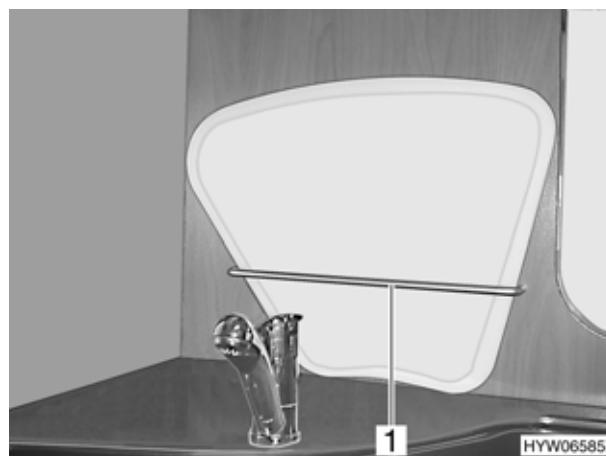

Fig. 6 Coperchio lavello cucina
- ▶ Prima della partenza, il coperchio lavello cucina deve essere inserito (Fig. 6,1) nell'apposito fermo alla parete della cucina.